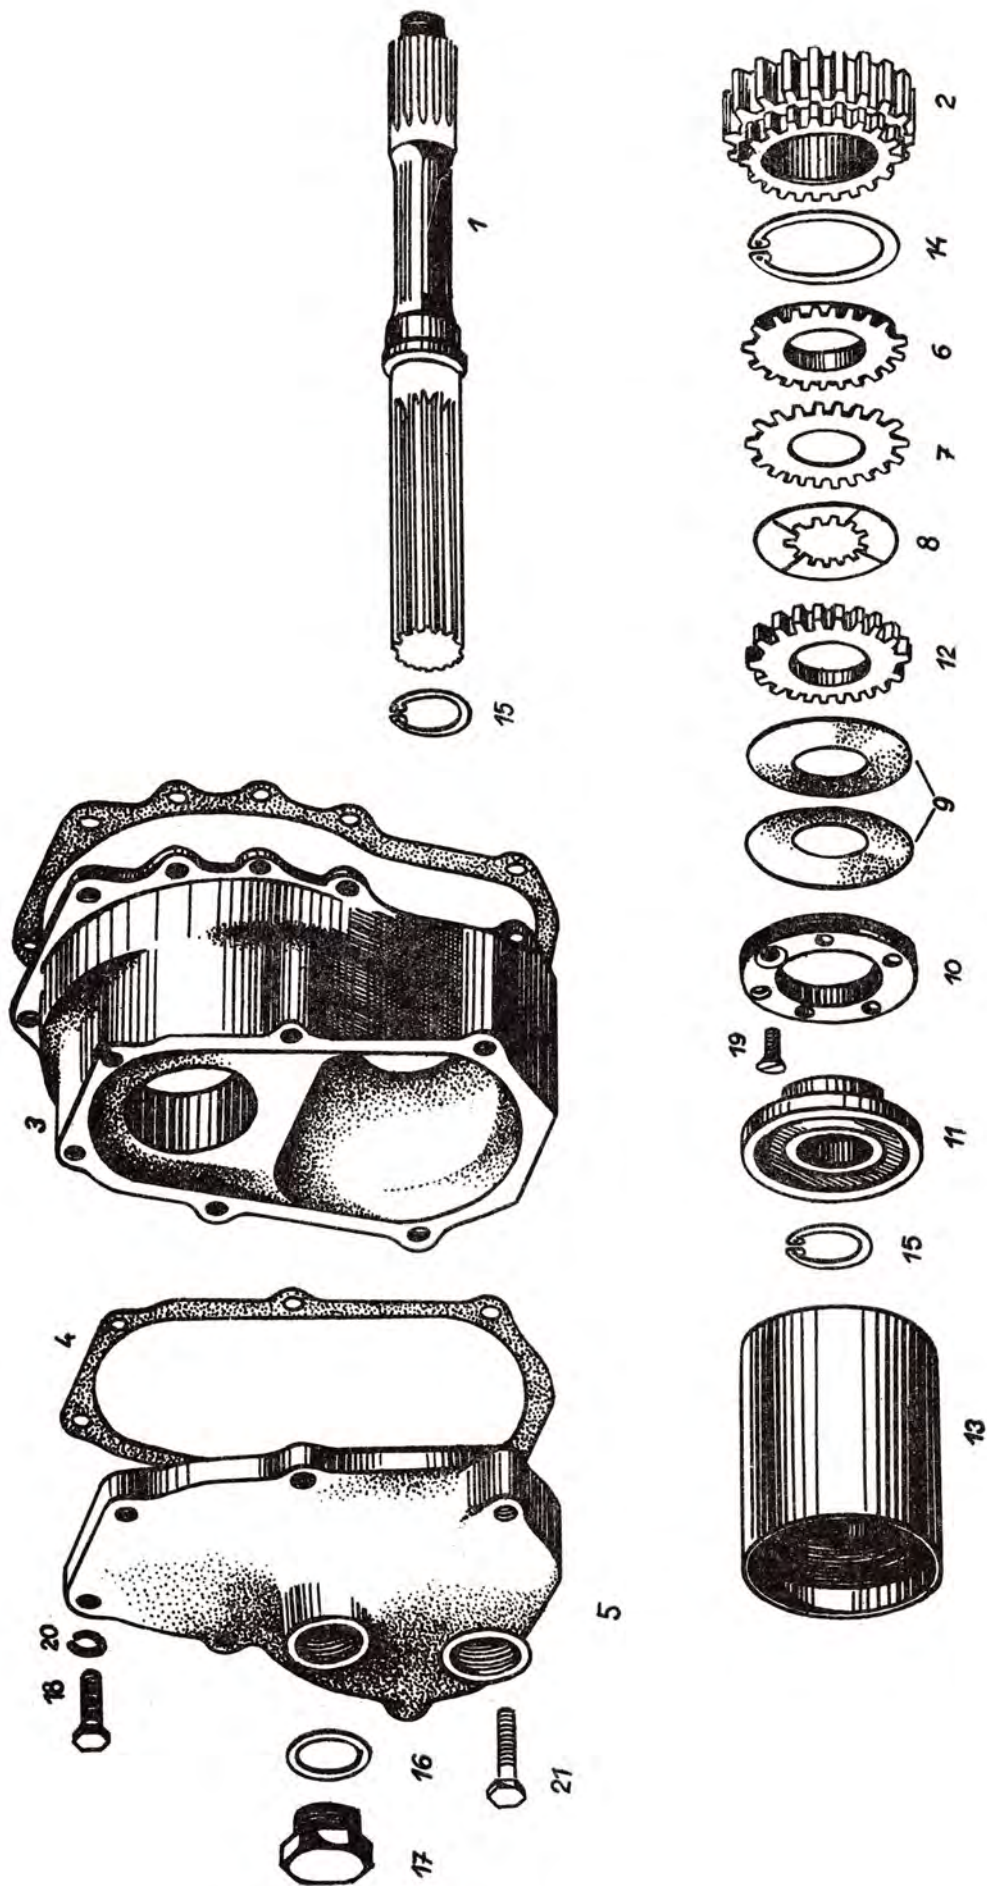

Abb. 165
2. Der Sicherungsring 35 (Abb. 165/15) ist von der Antriebswelle abzunehmen.
2. Aus der Antriebstrommel (Abb. 165/13) ist der Deckel (Abb. 165/11) herauszunehmen.
3. Die Schraube M 6×12 ist zu lockern und die Mutter (Abb. 165/10) auszuschrauben.
4. Aus der Antriebstrommel sind zu entfernen: vier Federn (9), eine Verschlusslamelle (12), elf Aussenlamellen (7), zehn Innenlamellen (8) und eine Ausgleichlamelle (16).
8. Die Schraube M 6×12 an der Mutter ist zu lockern und durch Lockern oder Festziehen der Mutter (Abb. 165/10) ist die Kupplung auf 45 ± 2 kpm einzustellen.